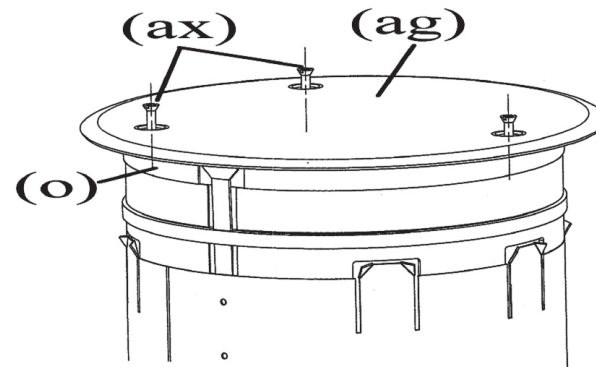

Fig. 6
2. Remove cover assembly by removing screws (ax) attaching cover to the can. See Figure 6.
- Retirer le couvercle en enlevant les vis (ax) rattachant le couvercle de la boîte. Consulter la Fig. 6.
2. Quitar el conjunto de la tapa retirando los tornillos (ax) que fijan la tapa a la carcasa. Ver la Fig. 6.